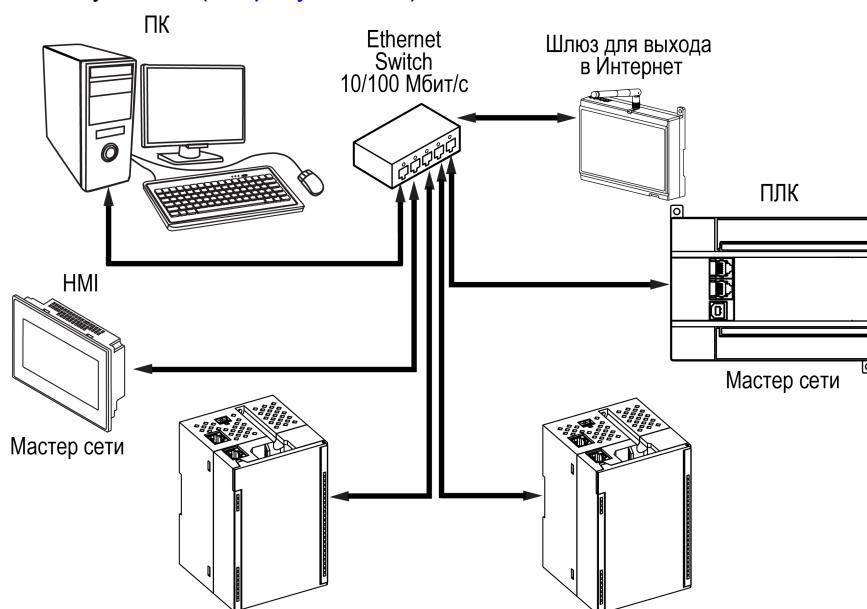

Рисунок 5.11 – Подключение по схеме «Звезда»
- «Звезда» (см. рисунок 5.11);